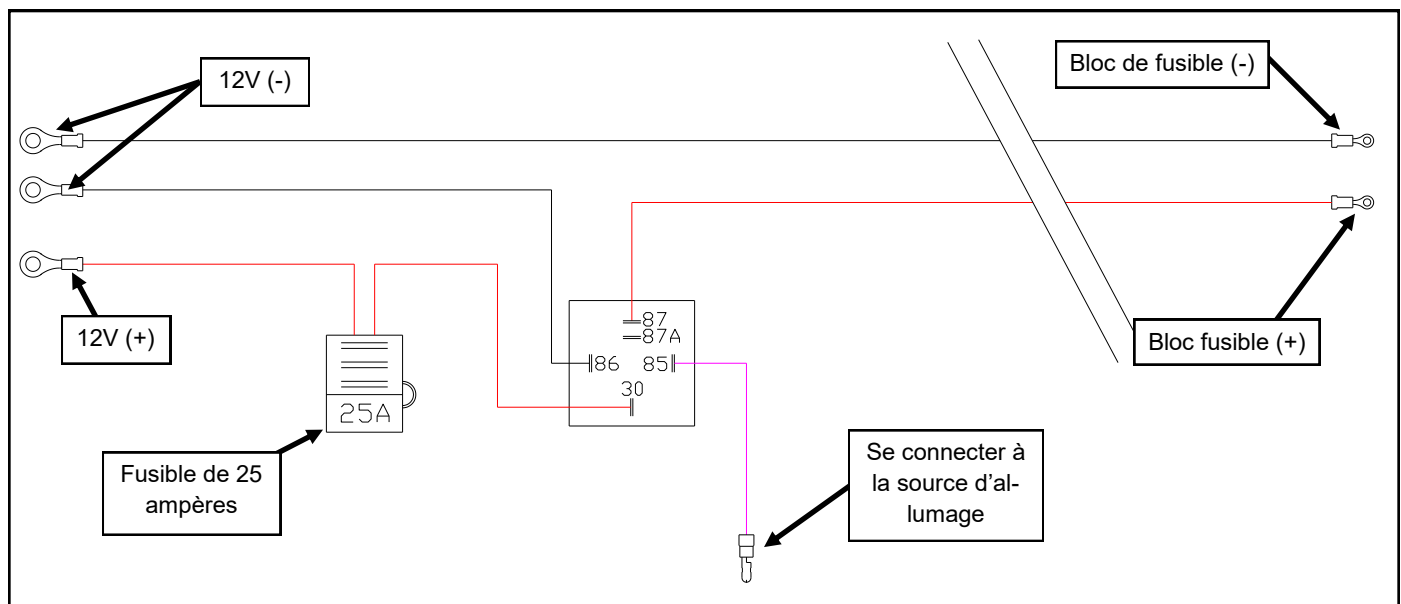

Fig. 6
6. Utilisez la figure 6 comme guide pour les connexions de câblage. Connectez-vous comme suit :